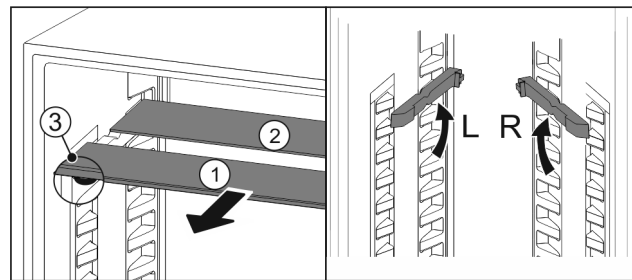

Fig. 90
- ▶ Glasplatten einzeln nach vorne herausziehen Fig. 90 (1).
- ▶ Glasplatte Fig. 90 (1) mit Zierleiste liegt vorne.
- ▶ Stopps Fig. 90 (3) zeigen nach unten.